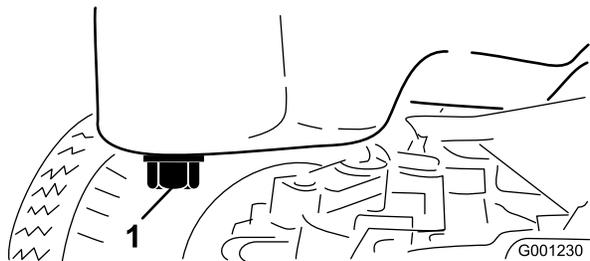

図 52
3. オイルパンの下についているドレンプラグの下に廃油受けをおく 図 52。